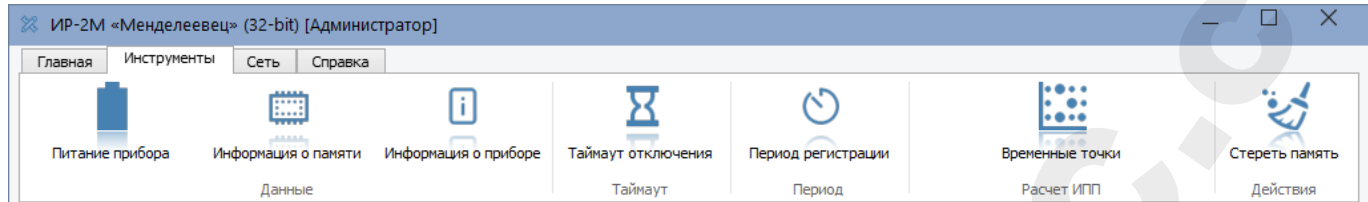

Рисунок 34 – Вкладка «Инструменты» приложения для ПК
3.7.2.9 Для изменения установок прибора перейдите на вкладку «Инструменты» (рисунок 34).